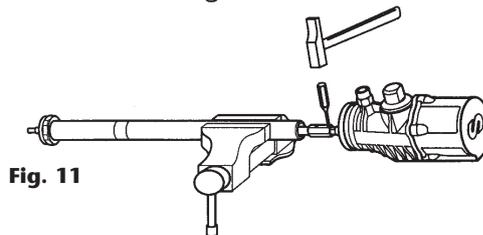

Fig. 11
- Sortir la goupille (25) située au niveau de la partie supérieure de l'écrou prolongateur (voir fig. 11) et séparer le corps du tube d'aspiration.